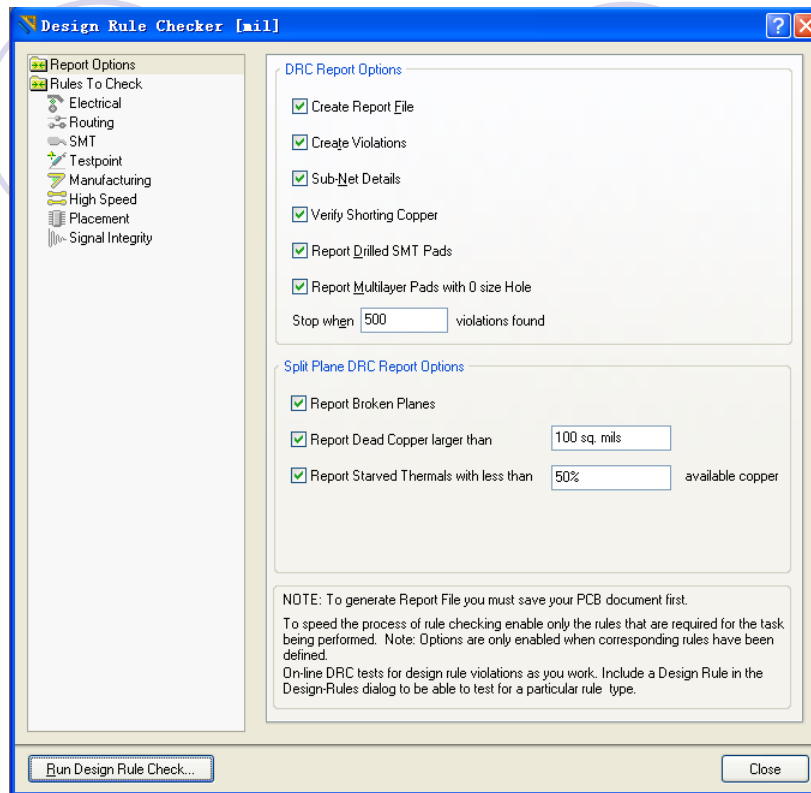

图3-31 设计规则检查对话框
- 1. 从菜单选择Tools → Design Rule Check（快捷键T, D），弹出Design Rule Checker对话框如图3-31所示，保证Design Rule Checker对话框的实时和批处理设计规则检测都被配置好。点一个类查看其所有原规则，如单击Electrical,可以看到属于那个种类的所有规则。